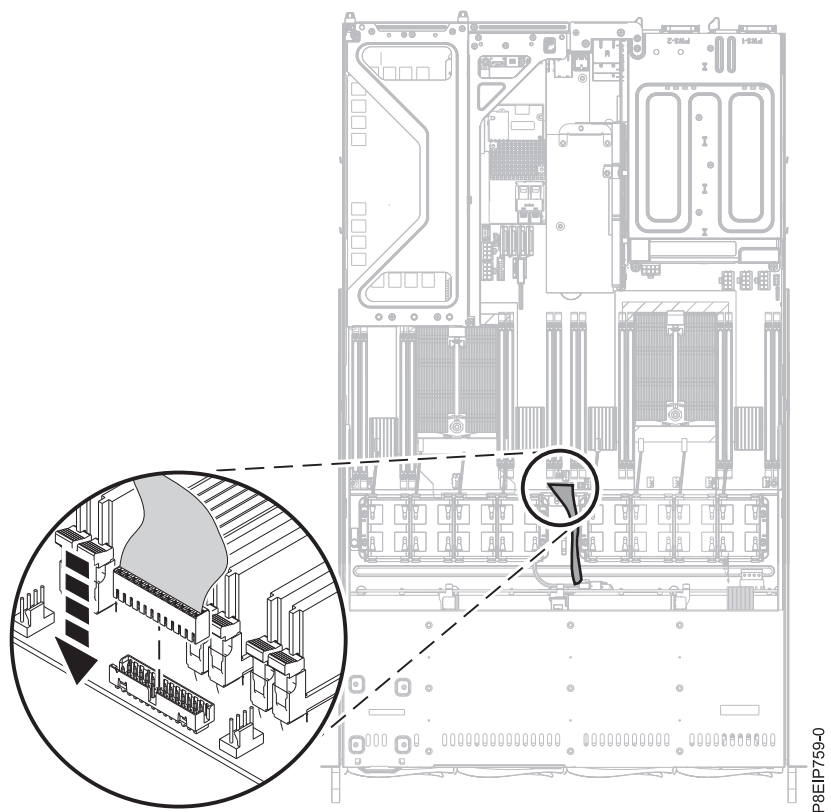

図 59. オペレーター・パネル・ケーブルの再取り付け
15. オペレーター・パネル・ケーブルをシステム・バックプレーンに再取り付けします (57 ページの図 59 を参照)。